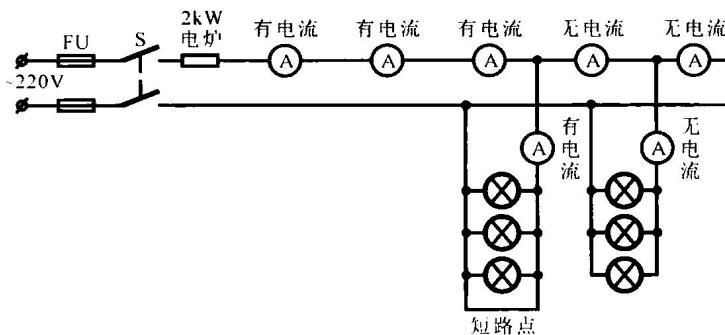

图 1-3 查找短路方法
(1) 把阀刀拉下，更换同型号的保险丝。若怀疑线路负载短路，一时又不知短路点，可在单相阀刀下桩头火线处接1只2kW的电炉，或三相阀刀在去掉负载后接3只2kW的电炉，连接方法如图1-3所示。然后用小钳形电流表分别去测线路电流，若测得其主线路电流很大时，则证明短路点在此后边，直到找出短路点。修复后再去掉电炉，使线路恢复正常。
(2) 打开阀刀开关，观察熔断情况。若是熔丝发热慢慢融化时，则说明线路负载较大；若计算线路导线能够承载此线路负